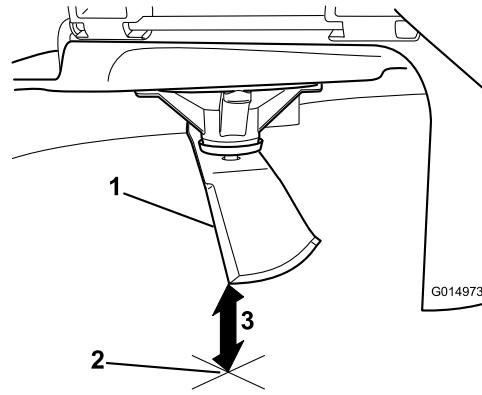

Figura 62
5. Misurate dalla punta della lama alla superficie piana (Figura 62).